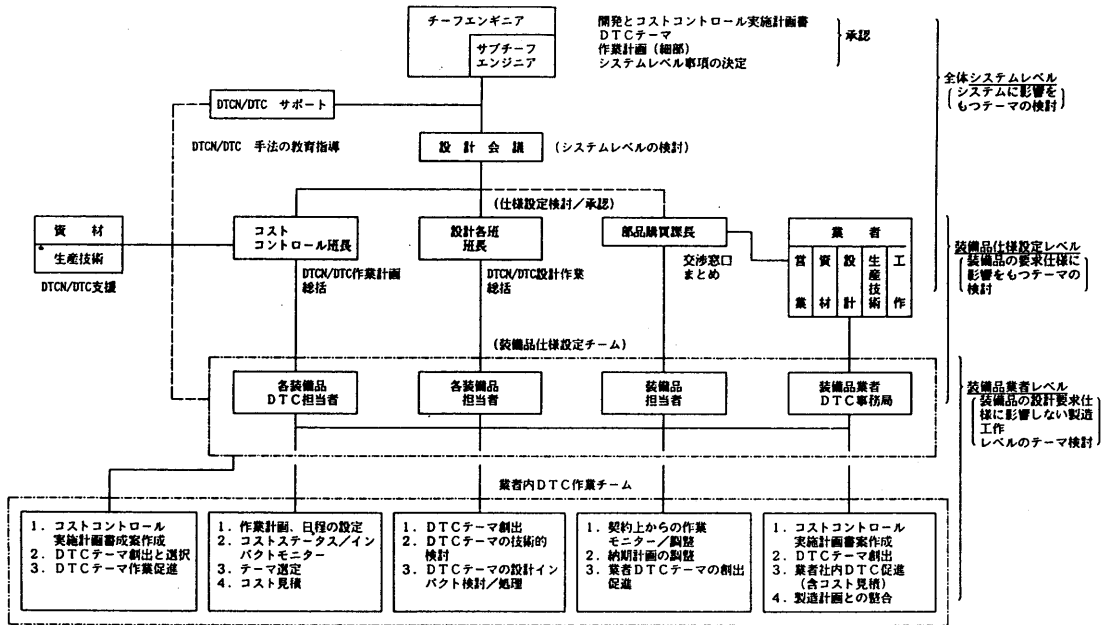
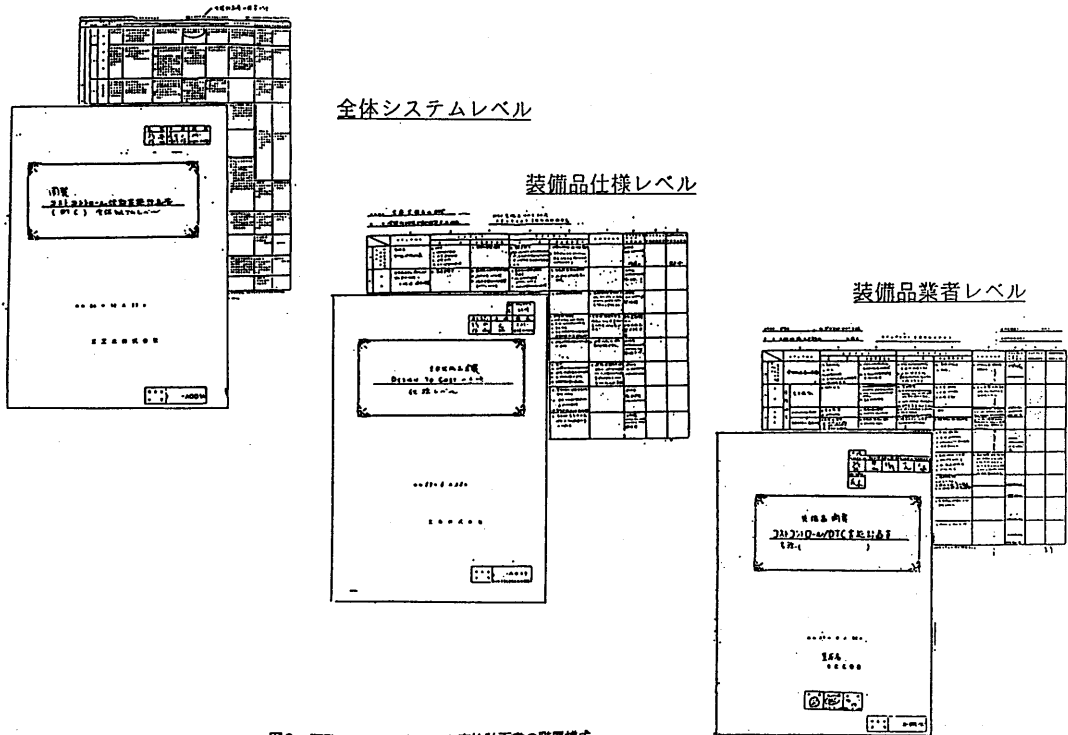
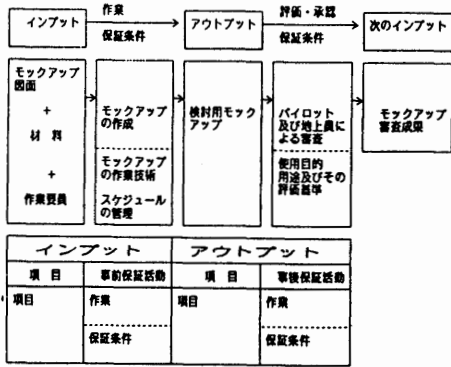
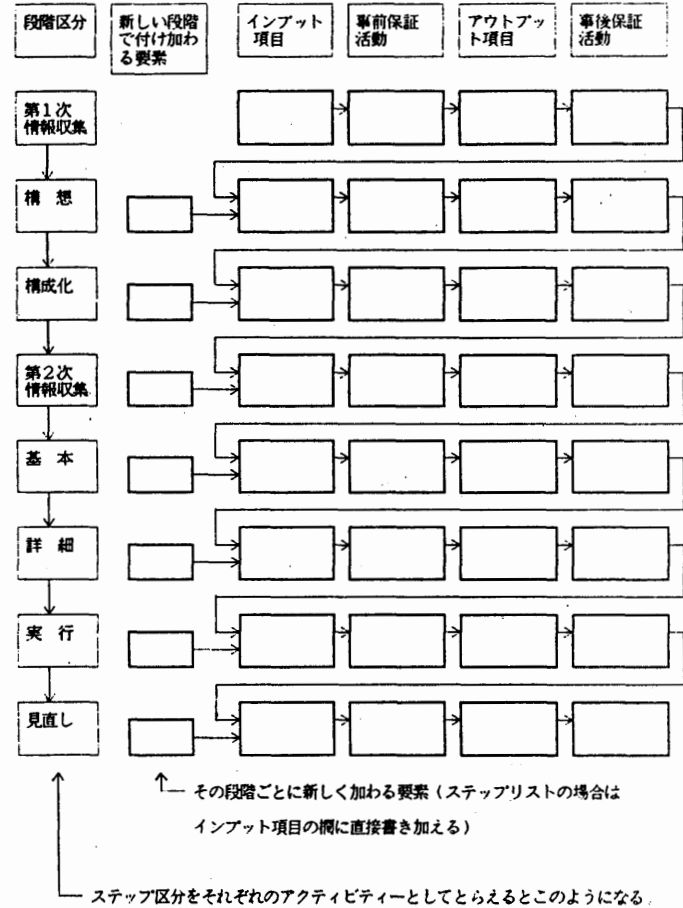

図1 開発とコストコントロールの階層体制
図2 開発コストコントロール実施計画書の階層構成
図3 落ちのないインプットとアウトプットの因果関係
図5 ステップリストの書式の内容をフローダイアグラムで示したものの
2. ●図1は開発とそのコストコントロール（開発費及び量産コストの管理）体制を示す。●図2は図1の体制に基づく段階的作業区分を示す実施計画書の構成を示す。●表1は開発とそのコストコントロールをするための実施計画書の目次とその内容のポイントを示す。●図3と図4は落ちのない研究・開発の段階区分を作るステップリストの書式（1）を示す。●表2は図3のステップリストの落ちのない帰納、演繹アプローチ8段階区分の構成を示す。●図5は図4をを分かりやすくするためにフローダイヤグラム化したものである。●表3は図1の全体システムレベルがなすべき段階作業の割付内容を示すステップリストである。●表4は図1の装備品仕様レベルがなすべき段階的作業の割付内容を示すステップリストである。●表5は図1の装備品業者レベルがなすべき段階的作業の割付内容を示すステップリストである。●表6は表3、4、5の各ステップの相互関係を示す表である。